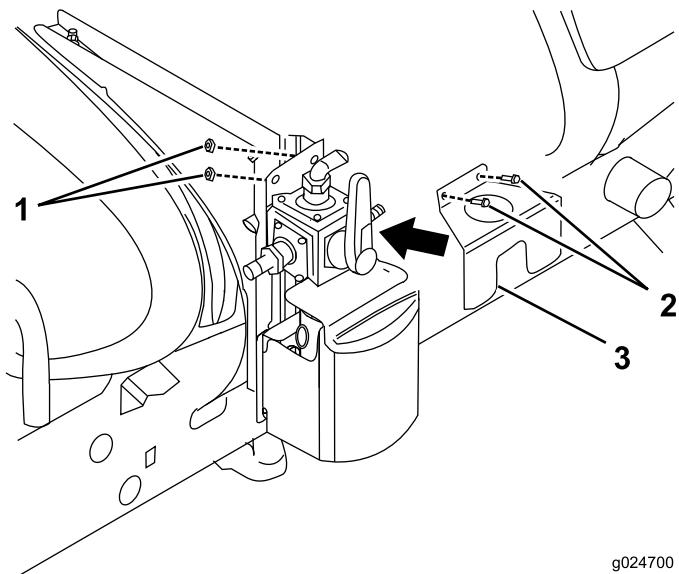

Figure 27
- 4. Montez le support de frontal sur le support de vanne (Figure 27) au moyen de 2 boulons à embase (5/16 x 1 po) et 2 contre-écrous à embase (5/16 po).